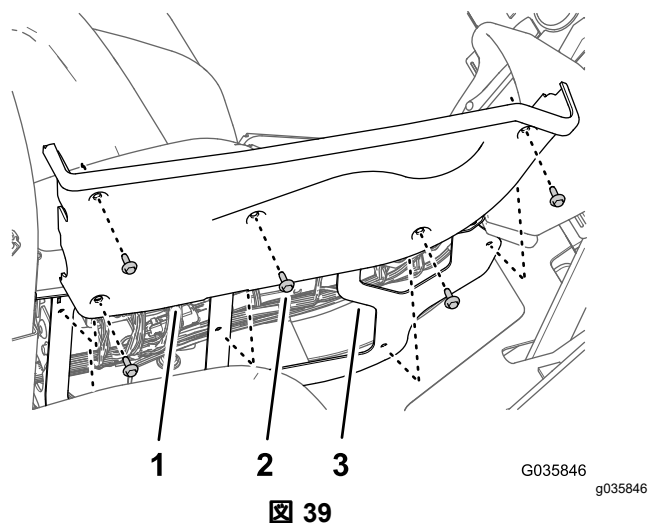

図 39
1. 右サイドカバーを中央コンソールに固定しているフランジヘッドボルト $\frac{1}{4} \times \frac{3}{4}$ "5本を外す 図 39。
2. 中央コンソールパネルから、左右のブーム昇降用のロッカースイッチを外す 図 39。
6. 右サイドカバーの穴を、中央コンソールのフレームの穴に合わせる図 39。
7. 中央コンソールにサイドカバーを固定する図 39 フランジヘッドボルト $\frac{1}{4} \times \frac{3}{4}$ "5本ステップ1で外したものを使用する。